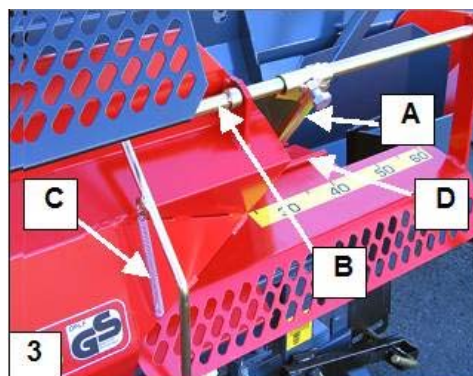

Bild 3. Montering av bakanslaget
2.4 Montering av bakanslaget, bild 3